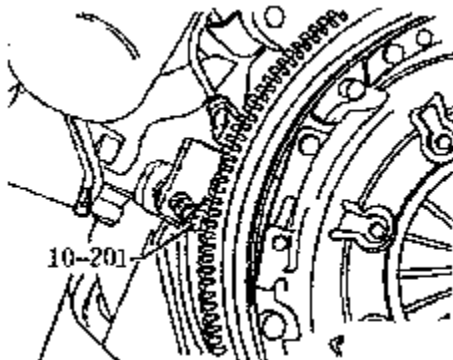

图 2-37 固定飞轮/传动盘
(1) 飞轮的传动盘的拆卸。用定位器 10-201 反向定住飞轮/传动盘 (如图 2-37 所示)，标出飞轮盘传动盘相对发动机的位置。